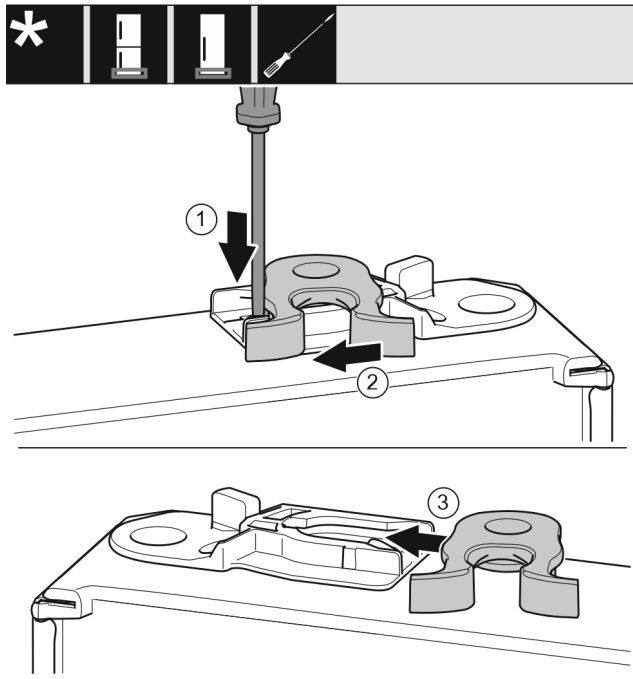

Fig. 20
- ▶ Plochým skrutkovačom zatlačte sponu Fig. 20 (1) nadol.
- ▶ Vytiahnite zatvárací hák Fig. 20 (2) z vedenia.
- ▶ Zasuňte zatvárací hák Fig. 20 (3) na druhej strane do vedenia.